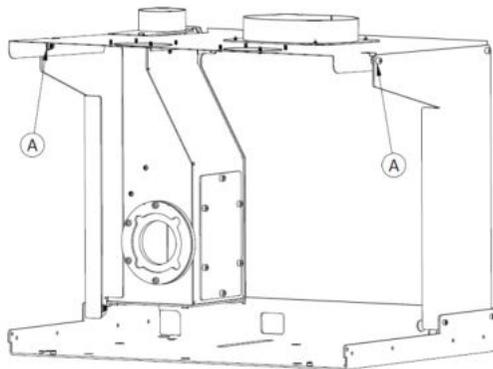

Figura 20 – Instalação inserível a pellets
6. Como mostra a Figura 20, a versão do inserível Square V possui um chassi superior fixo às colunas laterais por meio de parafusos M6 DIN912 e respectivas porcas DIN934. Se desapertar sem retirar completamente os parafusos da frente (assinalados com a letra "A") a tampa gira sobre os parafusos traseiros deixando acessível a tampa superior para facilitar a fixação do tubo flexível para a garga de *pellets*. É necessário juntar o tubo que sai da boca de carga com a tampa através de uma abraçadeira de metal. É necessário certificar que o tubo não tenha nenhuma curvas onde se possam acumular *pellets*. Finalmente colocar a tampa na sua posição original e fixar novamente os parafusos.
3. Para aceder ao topo da tampa (Figura 20), pode observar-se que na parte superior vem com a instalação de 2 bocas de saída de ar de 100 mm. É necessário com um alicate cortar as microjuntas para instalar os tubos de saída de ar quente.